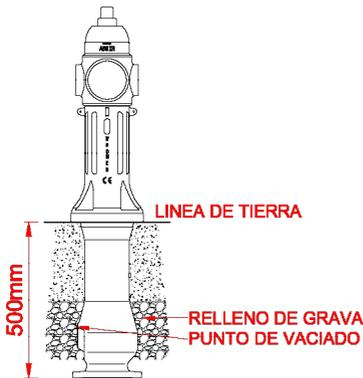

Fig.1
- 3. FINALIZACIÓN DE LA OBRA:** Una vez comprobada la estanqueidad de la red, finalice la instalación cubriendo el terreno según indicado en la Fig. 1.